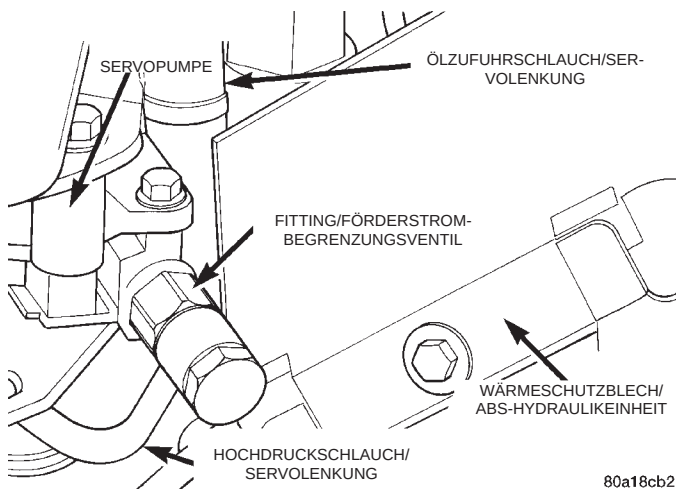

**Abb. 37 Wärmeschutzblech der ABS-Hydraulikeinheit**
(8) Das Wärmeschutzblech für die ABS-Hydraulikeinheit (Abb. 37) von der Halterung der Hydraulikeinheit abbauen.
(12) Das Wärmeschutzblech für die ABS-Hydraulikeinheit an der Halterung der Hydraulikeinheit anbauen (Abb. 37).